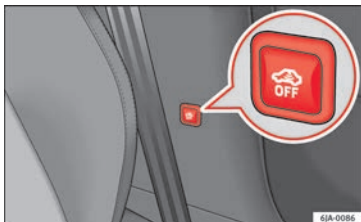

Fig. 124 Touche de la surveillance de l'habitacle et de la protection anti-soulèvement
- Appuyez sur la touche  » **fig. 124** de la colonne centrale ; le symbole rétro-éclairé rouge  situé dans la touche change de couleur et devient orange.